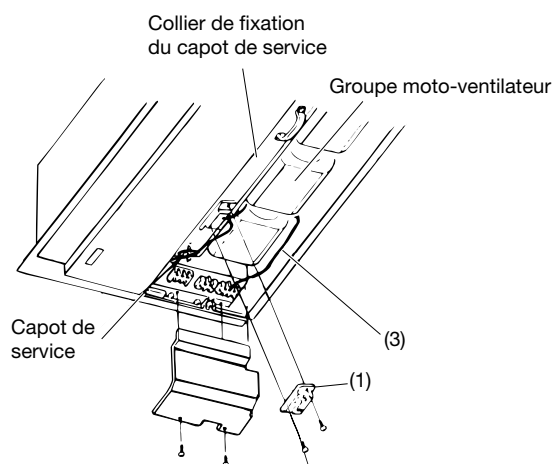

Fig. 3-18
1. Utilisez les 2 vis (4 x 10) fournies pour fixer l'unité de commande au capot de service (capot auquel est fixée la poignée). (Fig. 3-18)